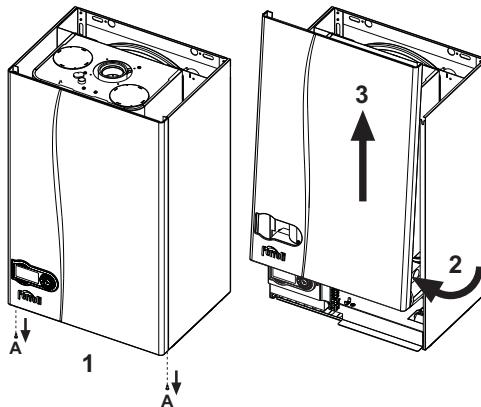

fig. 27 - Deschiderea carcasei
- Deșurubați șuruburile A (vezi fig. 27).
- Rotiți carcasa (vezi fig. 27).